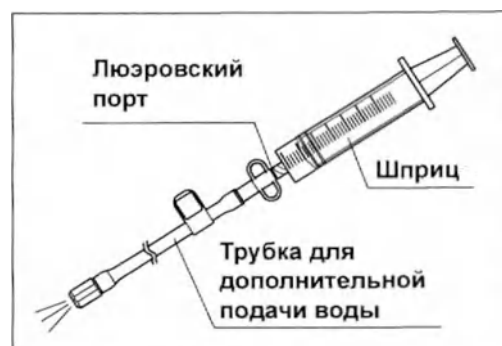

Рис. 6.36
- 2 Заполните шприц воздухом, подсоедините его к люэровскому порту трубки для дополнительной подачи воды и продуйте трубку 30 мл воздуха для полного удаления воды для промывания. (см. рис. 6.36)
- 1 Заполните спиртом и присоедините к люэровскому порту трубки для дополнительной подачи воды стерильный шприц объемом 30 мл, промойте трубку, используя 30 мл спирта. (см. рис. 6.36)